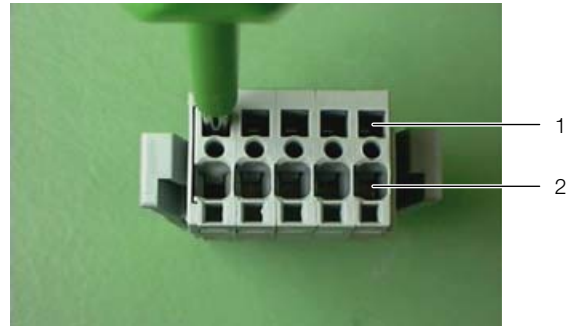

Abb. 63: Anschlussstecker – Rückseite
- Führen Sie einen geeigneten Schraubendreher (Klingengemäße 3,5 x 0,5 mm) in eine Betätigungsöffnung (Abb. 63, Pos. 1) ein und öffnen Sie die zugehörige Klemmstelle der Leitereinführung (Abb. 63, Pos. 2).